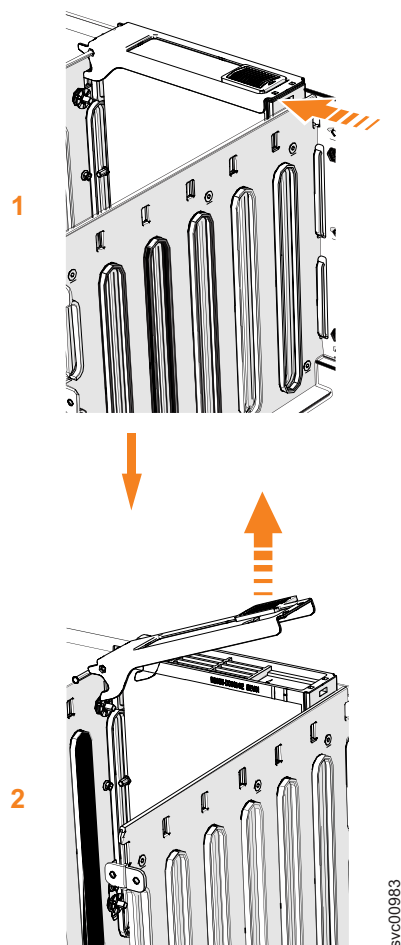

Figura 112. Remover o conjunto de unidades
- Deslize a trava de liberação para a frente (**1**), conforme mostrado em Figura 112 na página 118.
6. Levante a alça (**2**) para destravar a transportadora de unidade da partição, conforme mostrado em Figura 112. Assegure-se de que a ponta inferior da trava esteja totalmente desencaixada.